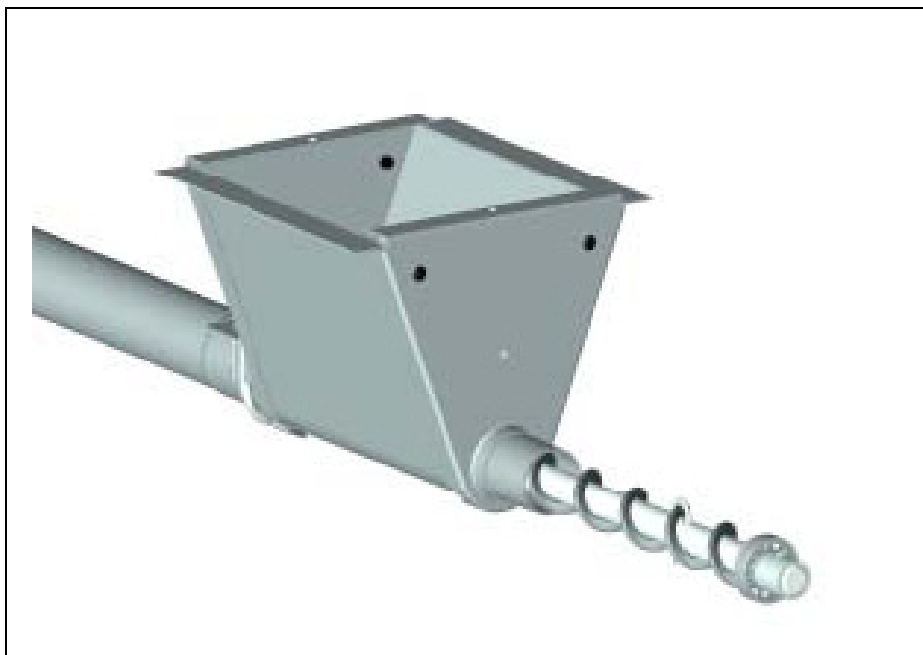

Рисунок 5E
7. Не снимая щипцов, вставьте промежуточный вал в сборе в шнек и пропустите шнек через U-образный болт, как показано на Рисунок 5E. Убедитесь, что промежуточный вал в сборе установлен до шайбы подшипника.